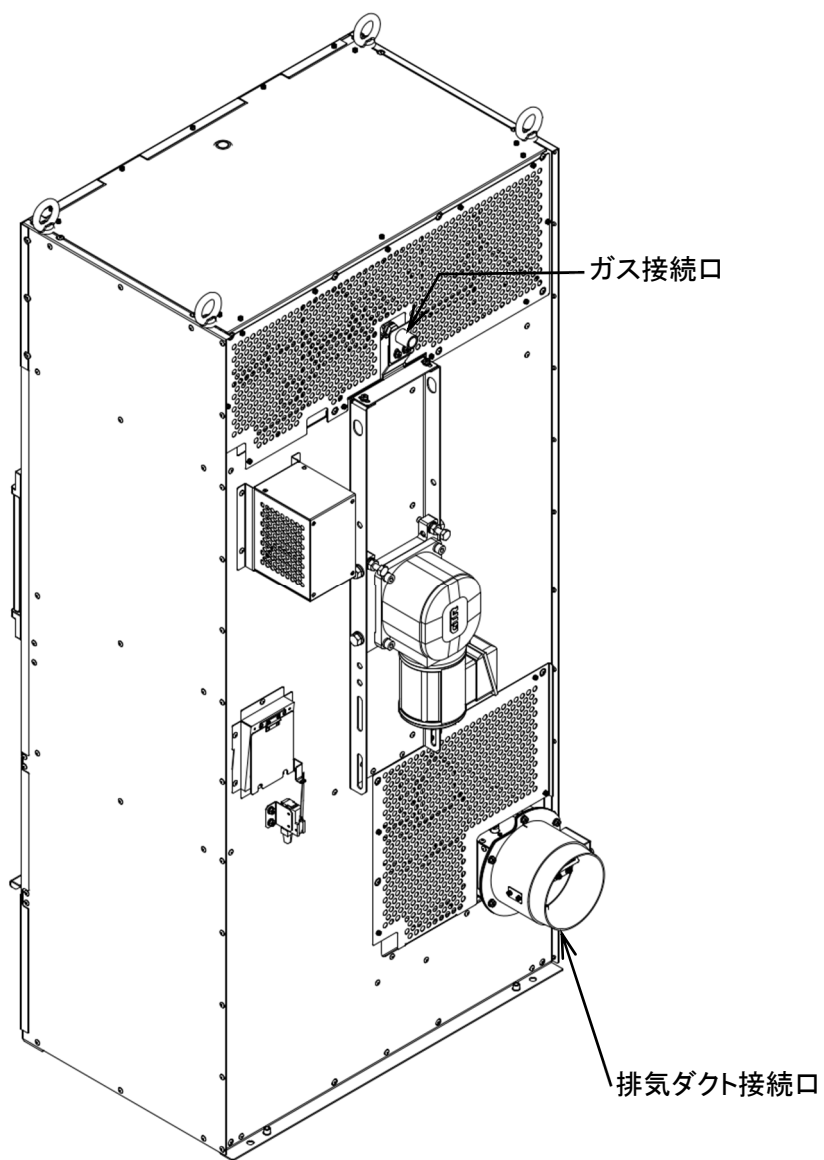

図 5-1
- ・ ガス配管接続口に配管を接続します。(図 5-1)
- ・ 排気ダクト接続口にダクトを接続します。接続口の外形は $\phi 148\text{mm}$ です。(図 5-1)